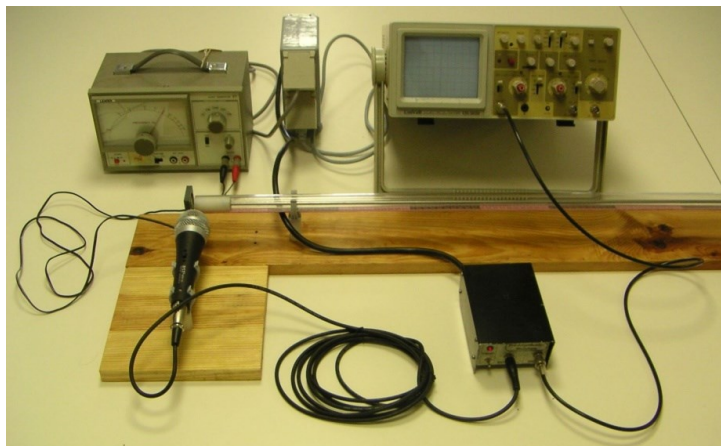

Figura 4: Dispositivo experimental
- Proceda à montagem experimental indicada na figura 4, verificando se: (1) o altifalante está ligado ao gerador de sinais; (2) o microfone está ligado ao amplificador que por sua vez se liga ao osciloscópio; (3) o gerador de sinais, o
- amplificador e o osciloscópio estão ligados à tomada de electricidade e (4) o microfone e o altifalante estão encaixados na base do tubo de ressonância.